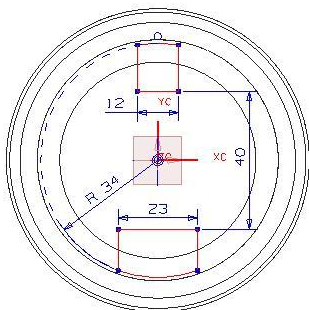

图5-57
- 在【成形特征】工具条中单击【草图】按钮，弹出【基准平面】悬浮工具条。以默认平面作为草绘平面，然后单击【确定】按钮进入二维草图界面，绘制图 5-57 所示的草图轮廓。